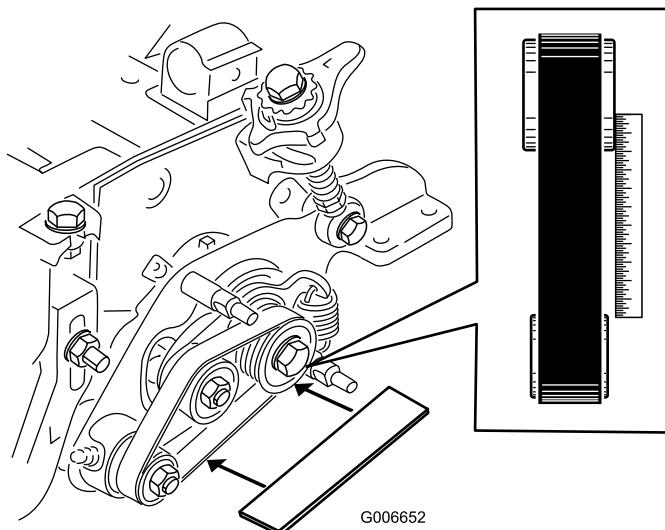

Figura 14
- Coloque una regla contra la cara exterior de la polea motriz (Figura 14).